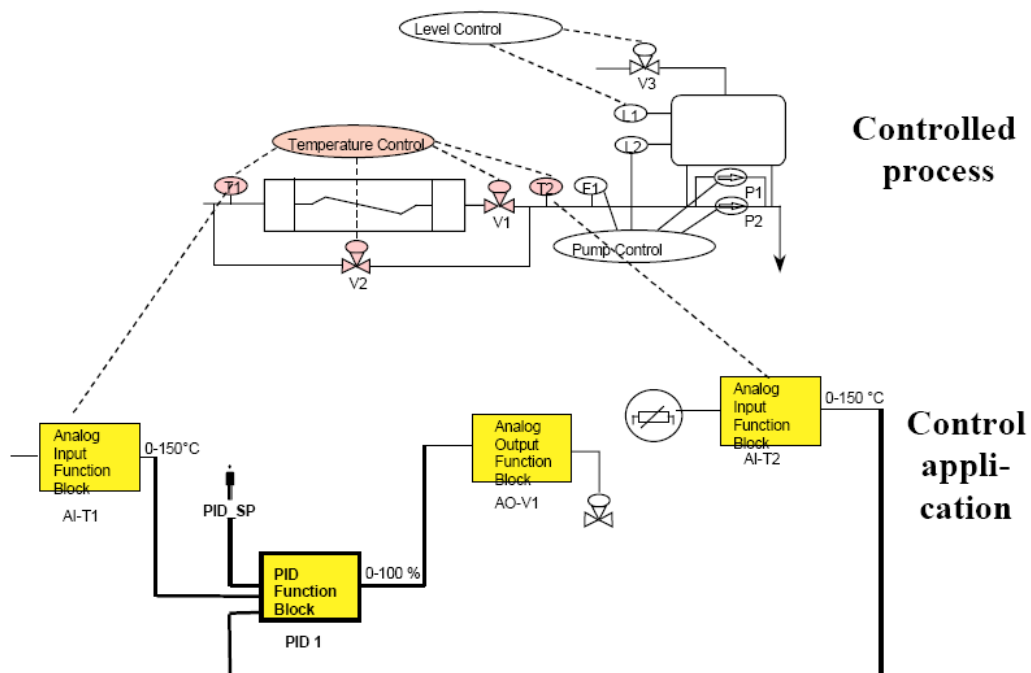

Figura 2.2- Malha de controlo de temperatura e respectivo diagrama de blocos função [7]
Nas indústrias de processos recorre-se geralmente a malhas de controlo, realizadas com blocos função (*function blocks*). Por este motivo, tem havido um enorme esforço para uniformizar os blocos utilizados no controlo de processos, independentemente dos equipamentos de campo ou do tipo de interface com estes. Neste sentido foi desenvolvido o standard IEC61804 - *Function blocks (FB) for process control* [5-6], seguido por alguns fabricantes, que especifica os requisitos de um sistema de controlo distribuído baseado em blocos função, bem como a estrutura dos blocos de aquisição, actuação e processamento. A figura 2.2 ilustra uma malha de controlo de temperatura bem como os blocos função utilizados.
Tal como se pode ver na figura 2.2, a modelação da malha de controlo é realizada recorrendo a blocos função. Os blocos *AI-T1* e *AI-T2* são blocos de aquisição de entradas analógicas, ou seja, recebem os sinais provenientes dos sensores de temperatura, o bloco *PID1* é o bloco de processamento que representa o controlador e por último, o bloco *AO-V1* corresponde a um bloco actuador que envia um sinal analógico para a válvula correspondente.